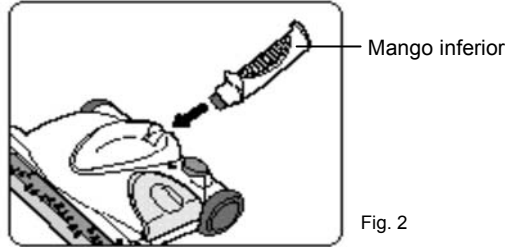

Fig. 2
2. Insertar el mango inferior con el extremo pequeño en el cabezal. Presionarlo firmemente hasta que enganche en posición (Fig. 2).